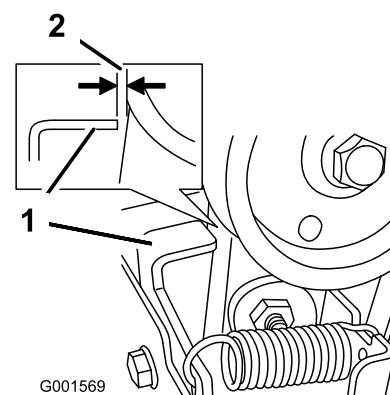

Figura 45
3. Con la leva della coclea/ventola disinnestata, assicuratevi che la distanza tra il gruppo frizione della coclea e l'aletta sia pari a 1,5 mm, come illustrato nella Figura 45.